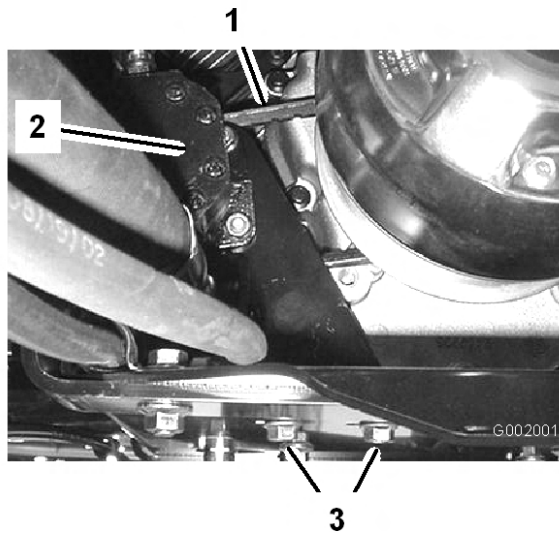

図 63
2. ステアリング・ポンプの取り付けボルトをゆるめる（図 63）。